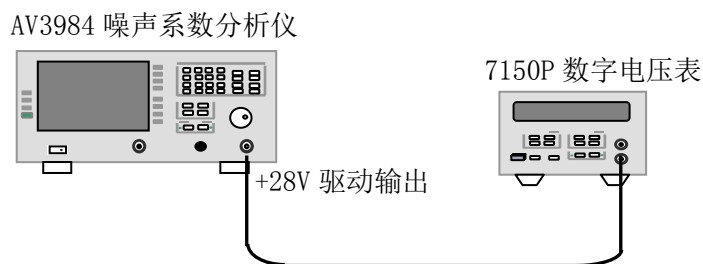

图 10-9 噪声源驱动电压准确度测试框图
- 1) 如图 10-9 所示连接测试设备, 开机预热 30min。